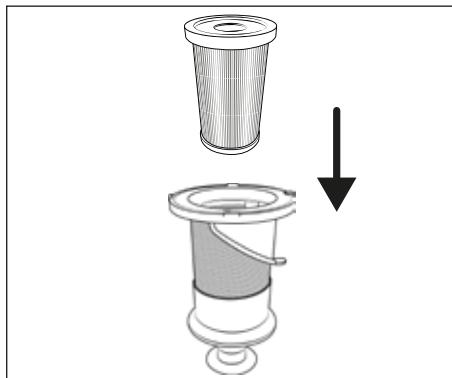

Abb. 22
- 7) Setzen Sie den HEPA-Filter **5** in den EdelstahlfILTER **6** ein (siehe Abb.22).